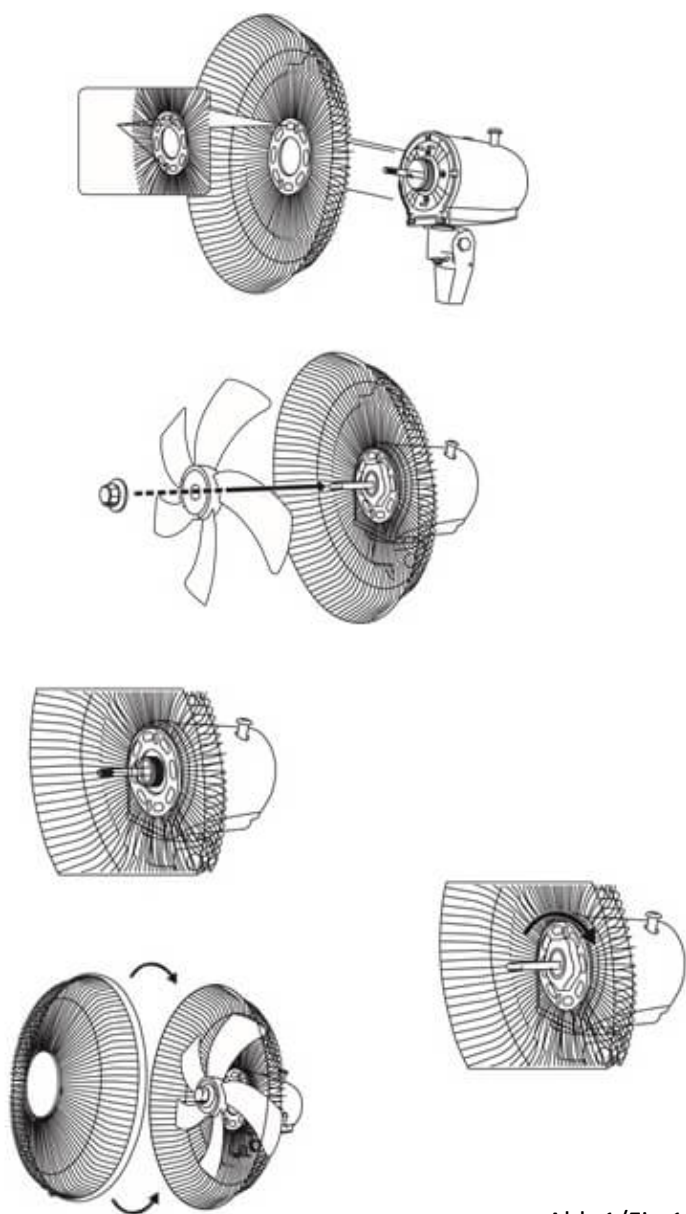

Abb.1/Fig.1
**ACHTUNG:** Immer den Netzschalter vom Strom nehmen, wenn das Gerät demontiert oder montiert wird. Für den Zusammenbau schauen Sie auf Abbildung 1.